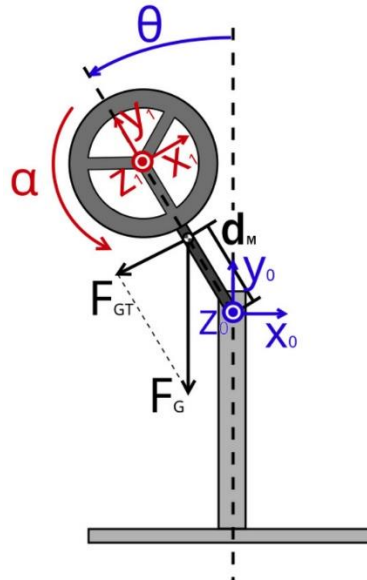

Figura 1 Péndulo invertido con rueda de reacción.
- El péndulo invertido con rueda de reacción es un sistema mecánico con dos grados de libertad, figura 1. El eslabón del péndulo no está accionado mientras que el segundo eslabón, la rueda inercia, es actuada por un motor DC. Esa rueda se usa para ejercer un par sobre el sistema con el objetivo de equilibrar el péndulo en su posición vertical. Desarrollar el modelo matemático no lineal y lineal que describe la dinámica del sistema. Realizar las simulaciones correspondientes de los modelos.